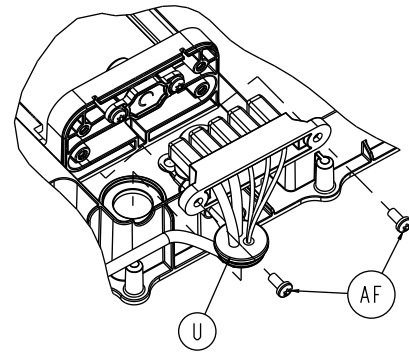

Figure 37 – Retirer les vis de l'ensemble câble d'alimentation/communication
7. À l'aide d'une clé Torx T20, retirer les deux vis de taraudage à tête cylindrique (AF) qui fixent l'ensemble câble d'alimentation/communication (U) (Figure 37). Conserver les vis.